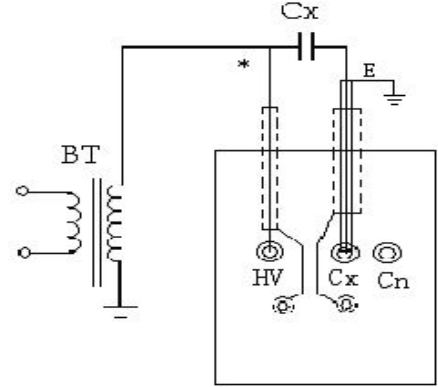
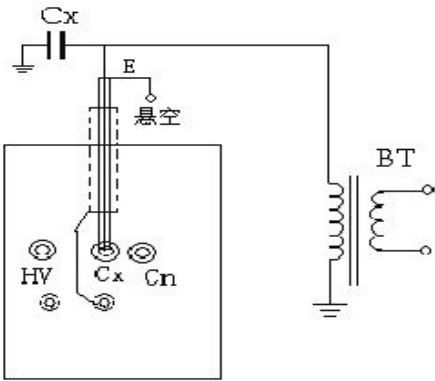

图6：外接升压器方式
图7：外接升压器方式
既可以测量非接地试品(图 6: 与“Cx”连接的线缆内层带高压), 也可以测量接地试品(图 7: 与“Cx”连接的线缆内层带高压)。
- 按图 6 或图 7 接线, 将电缆插头端外屏蔽的引出线连至专用接地端;